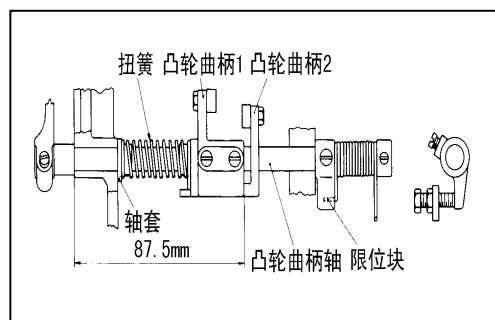

图 33
- (1) 正确位置如图 33 所示。
- (2) 装配时，将凸轮曲柄轴最先装在底板上。
- (3) 凸轮曲柄 1 必须如图所示安装，固定在凸轮曲柄轴上的平面处。
- (4) 轻轻地转动凸轮曲柄轴，将限位块安装在凸轮曲柄轴上的平面处。